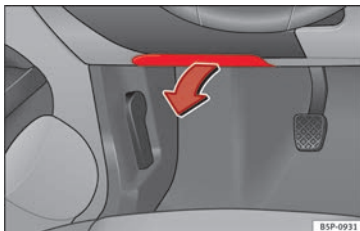

Fig. 173 Lato sinistro della plancia portastrumenti: coperchio della scatola dei fusibili.
- **Apertura:** abbassare la copertura »» **fig. 173.**